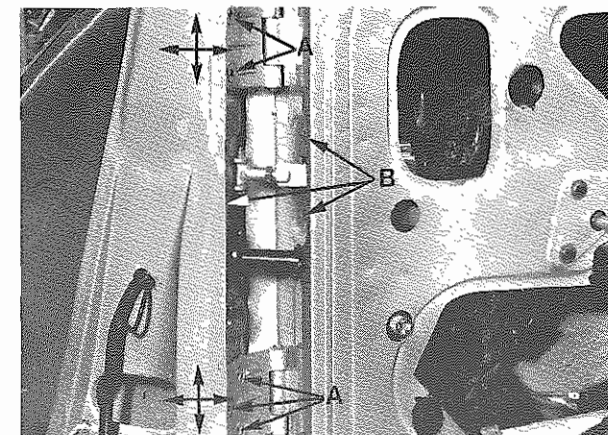

Fig. 6 - A - Viti fissaggio cerniere
- Smontare il perno tirante di arresto portiera (**Fig. 6**).
- Smontare la portiera allentando le viti di fissaggio cerniere (**Fig. 6**). In nessun caso estrarre i perni presenti sulle stesse.
- Disassemble pin of door retainer device rod (**Fig. 6**).
- Disassemble the door by loosening hinge fixing screws (**Fig. 6**). Never withdraw the relevant pins.